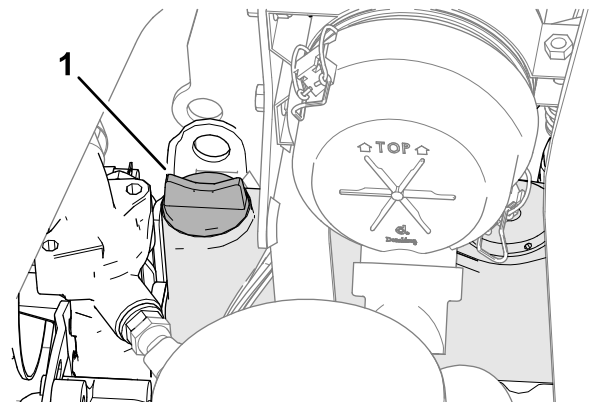

**Bild 72**
3. Nehmen Sie den Peilstab (Bild 72) heraus und wischen Sie ihn mit einem sauberen Lappen ab.